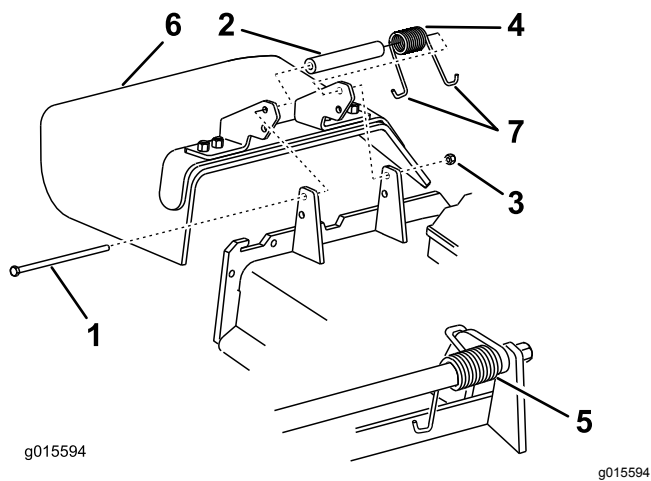

Figura 106
1. Togliete il dado di bloccaggio, il bullone, la molla e il distanziale che fissano il deflettore alle staffe orientabili del tosaerba (Figura 106).
2. Togliete il deflettore di sfalcio se è danneggiato o consumato (Figura 106).
Nota: Verificate che un'estremità a gancio J della molla si trovi dietro il bordo del piatto di taglio prima di montare il bullone, come illustrato nella Figura 106.
6. Infilate l'estremità a gancio J della molla attorno al deflettore dello sfalci (Figura 106).